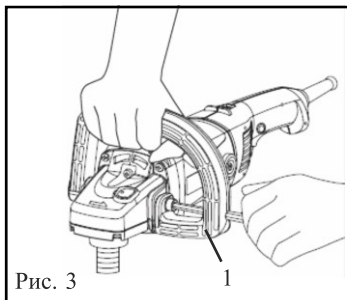
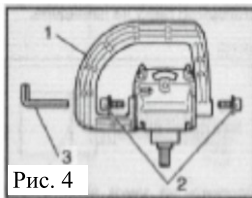
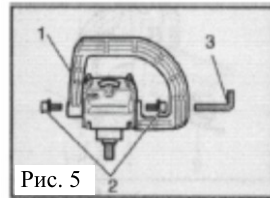

Рис. 3
Рис. 4
Рис. 5
**Внимание!** Перед работой всегда проверяйте надежность крепления боковой рукоятки. Прочно закрепите боковую рукоятку (рис. 3, поз. 1) на месте с помощью двух болтов и шестигранного ключа. Рукоятка может быть закреплена на инструменте как в левом (рис. 5), так и в правом положении (рис. 4).